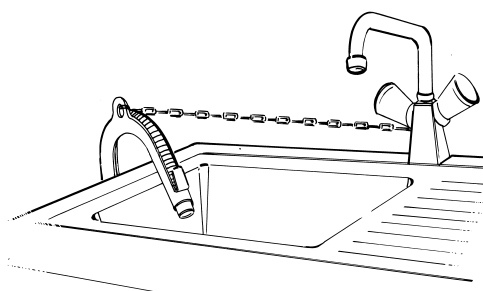

Fig. 2
2. Fixe a mangueira de escoamento ao sifão ou fixe-a ao lava loiças ou à banheira com o cotovelo (Fig. 2). Os lavatórios normais não têm capacidade para as descargas da máquina.
Certifique-se que não existem dobras ao longo da mangueira de escoamento e previna-se contra a sua eventual caída quando o aparelho estiver a funcionar (Fig. 2).